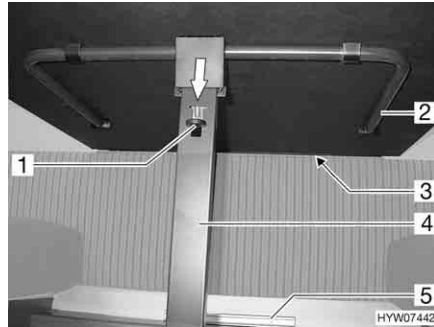

Fig. 37 Tavolo sospeso
- Spingere l'arresto (Fig. 37,1) nella direzione della freccia e mantenerlo premuto.
- Ripiegare il piede del tavolo (Fig. 37,4). Il puntello (Fig. 37,2) nel frattempo si ribalta automaticamente.
- Sganciare il tavolo sospeso dalla sbarra di aggancio superiore (Fig. 37,3).
- Agganciare il tavolo sospeso nella sbarra di aggancio inferiore (Fig. 37,5) e fissarlo sul puntello.